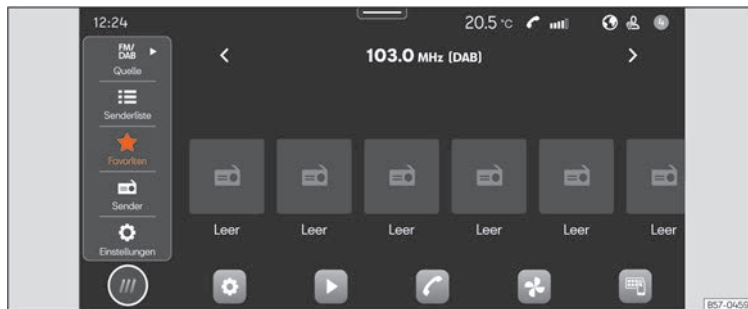

Abb. 140 Schematische Darstellung: Ansicht Radio.
- Drücken Sie **HOME** > >>> **[Abb. 140]**.